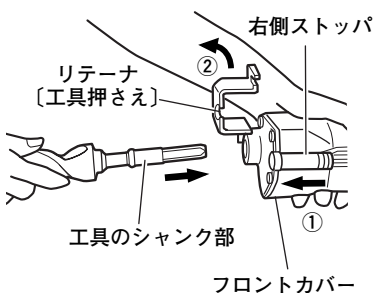

図 3-2
- (1) 右側ストップを矢印①の向きに押し、リテーナ [工具押さえ] を矢印②の向きに回転させます。次に、工具のシャンク部をフロントカバー六角穴へいっぱいにはさ込みます。(図3-2)
- (2) 右側ストップを矢印①の向きに押し、リテーナを元に戻して工具が抜けないようにしてからストップをはなします。